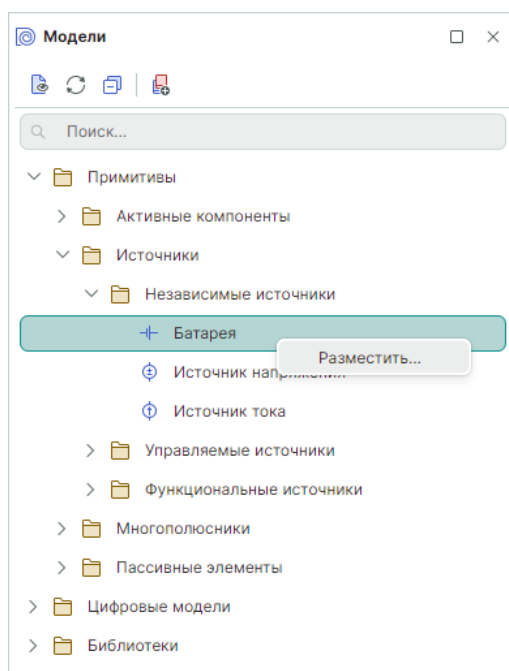

Рис. 44 Добавление элемента на схему
1. В панели «Модели» вызвать контекстное меню выбранного объекта, нажать «Разместить» см. Рис. 44 и разместить объект на схеме.